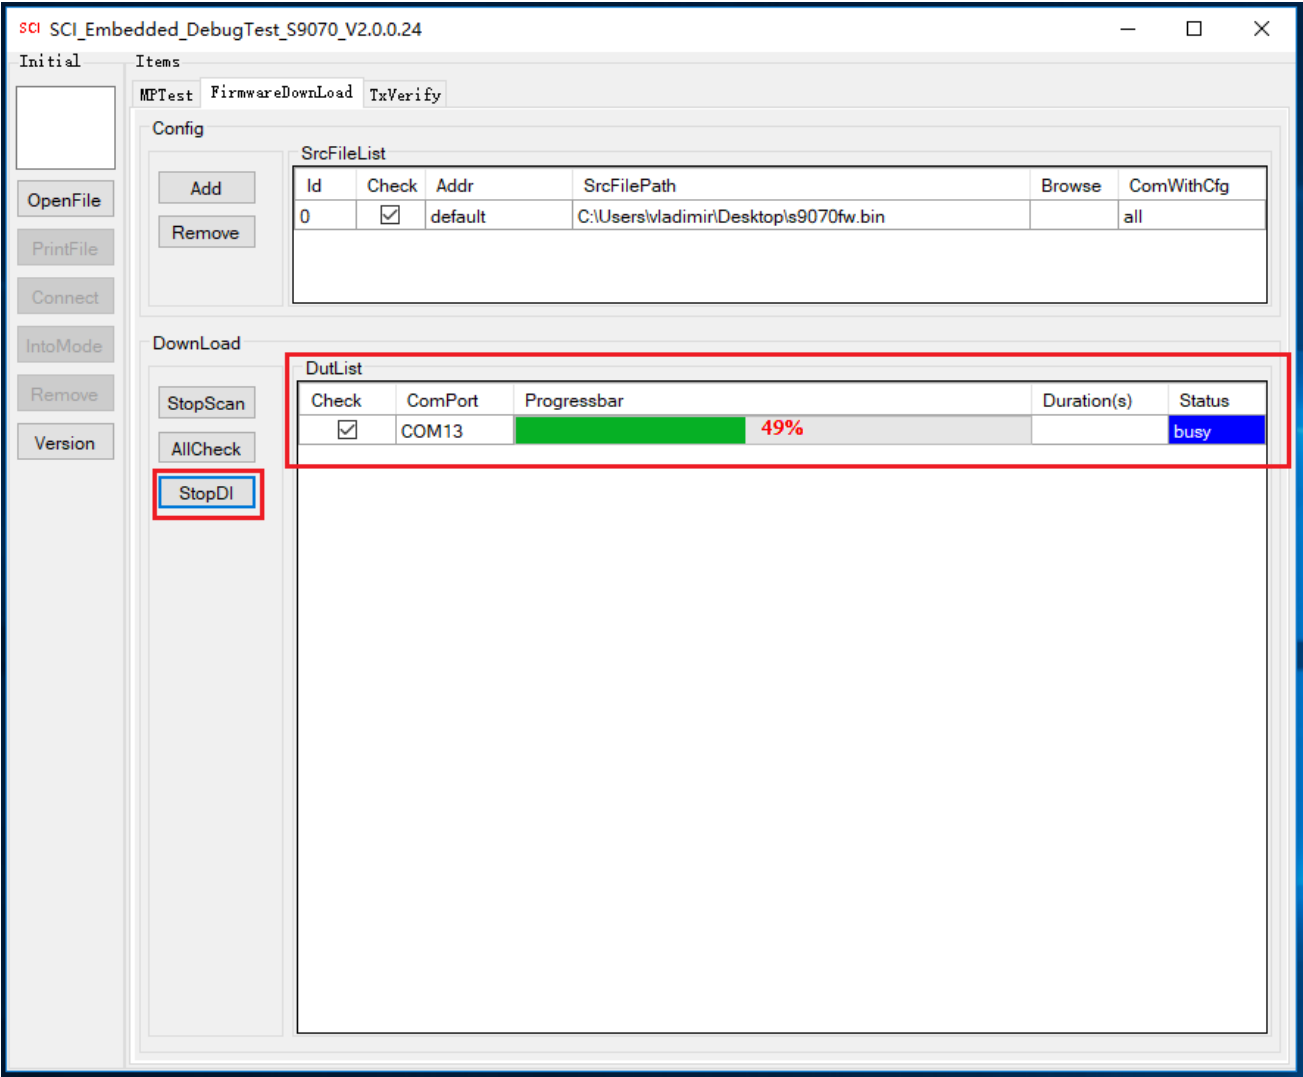

图 4-9
8、点击 StartDl 按键，按键字符变成 StopDl，右框中显示下载进度，如图 4-9；